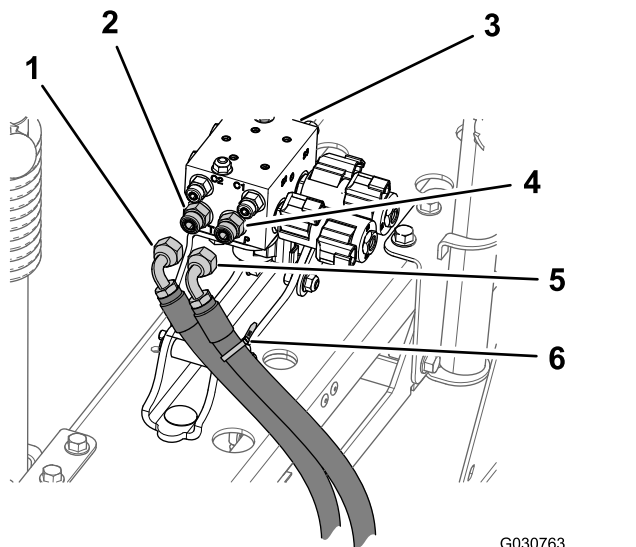

図 75
1. ブーム昇降マニホールドのポートPに接続されている高圧側ホースに、ケーブルタイでマーキングする 図 75。
2. ブーム昇降マニホールドから、高圧側と戻り側のホースを外す 図 75。